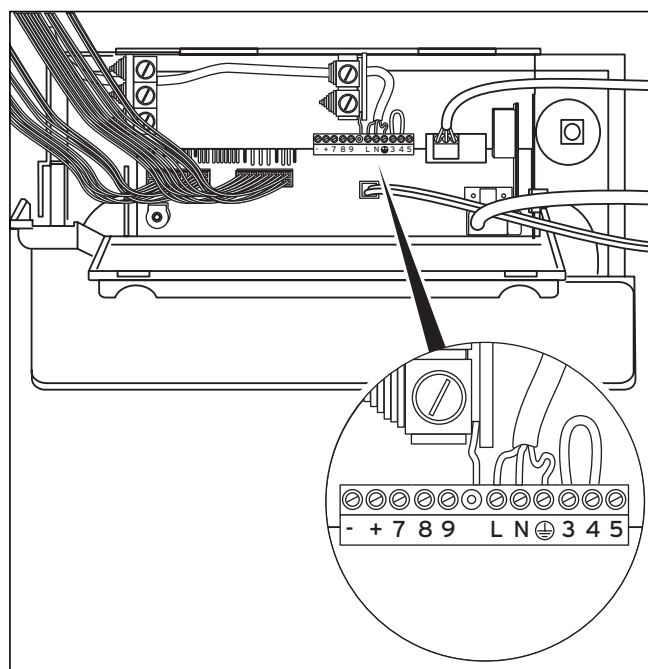

Рис. 5.10 Кабелепровод сетевой подводящей линии
- Затем проведите соединительные провода через кабельные вводы (2) в распределительную коробку и укоротите провод до необходимой длины.
- Подключите соединительный кабель согласно табл. 5.1 и рис. 5.10 к соответствующим резьбовым клеммам электроники.